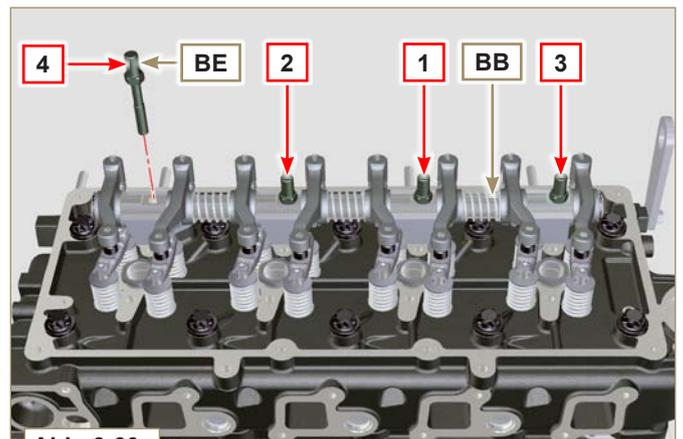

Abb. 9.60
- 3 - Die Baugruppe Kipphebel **BB** durch Anziehen der Schrauben **BE** fixieren (Anziehmoment **25 Nm**). Beim Anziehen der Schrauben **BE** die in **Abb. 9.60** dargestellte Abfolge einhalten.